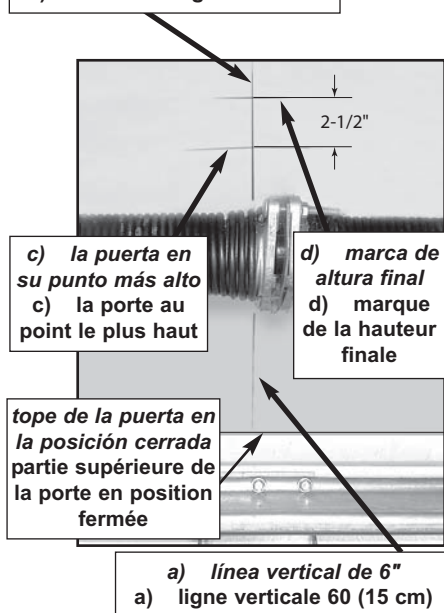

FIG. 2-1 **Marca de altura final.**
- b) Continúe esta línea en la pared arriba de la puerta unas 12" (Fig. 2-1, a).
- Marque la altura medida en la pared arriba de la puerta (Fig. 2-1, c). Haga su marca a través de la línea vertical marcada anteriormente.
- Sume 2 1/2" a la altura marcada recién hecha en la pared. Este es el lugar para el soporte del travesaño (Fig. 2-1, d).
- b) Poursuivre le traçage de cette ligne sur le mur au dessus de la porte sur 30 cm (Fig. 2-1, a).
- Tracer un trait pour indiquer la hauteur sur le mur au dessus de la porte (Fig. 2-1, c). Marquer votre repère sur la ligne verticale tracée auparavant.
- Ajouter 6,4 cm au repère qui vient d'être tracé sur le mur. Cette marque servira au support de linteau (Fig. 2-1, d).